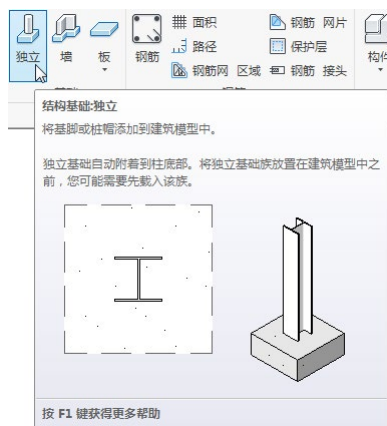

图 1-47 工具提示
- 工具提示助理：工具提示提供有关用户界面中某个工具或绘图区域中某个项目的信息，或在工具使用过程中提供下一步操作的说明。将鼠标指针停留在功能区的某个工具之上时，默认情况下，Revit 会显示工具提示。工具提示提供该工具的简要说明。如果鼠标指针在该功能区工具上再停留片刻，则会显示附加的信息（如果有），如图 1-47 所示。系统提供了“无”“最小”“标准”和“高”4 种类型。